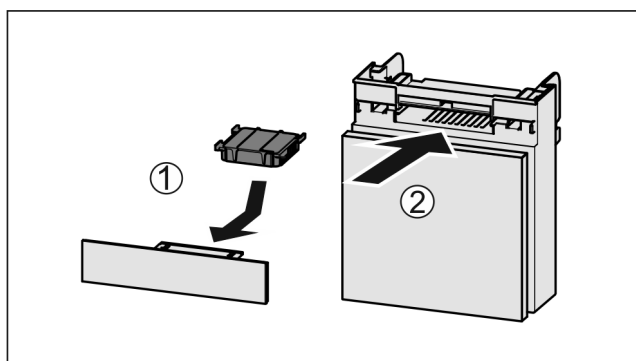

Fig. 57
- ▶ Поставете Fig. 57 (1) филтъра с активен въглен, както е показано на фигурата.
- ▶ Вкарайте Fig. 57 (2) отделението.